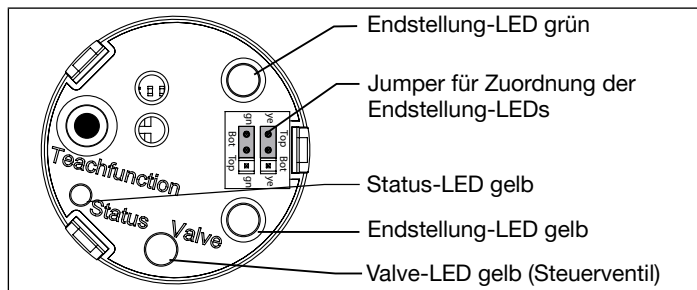

Bild 14: Anzeigeelemente 24 V DC
3) Farbeinstellung ab Werk. Kann über Jumper eingestellt werden (siehe „Bild 14“).